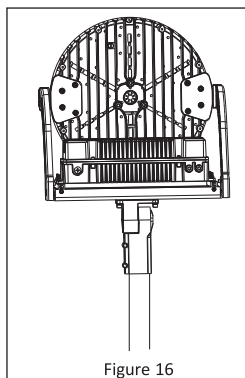

Figure 16
2. Placez le support sur le poteau, puis serrez les quatre boulons de blocage. **Reportez-vous à la Figure 16.**